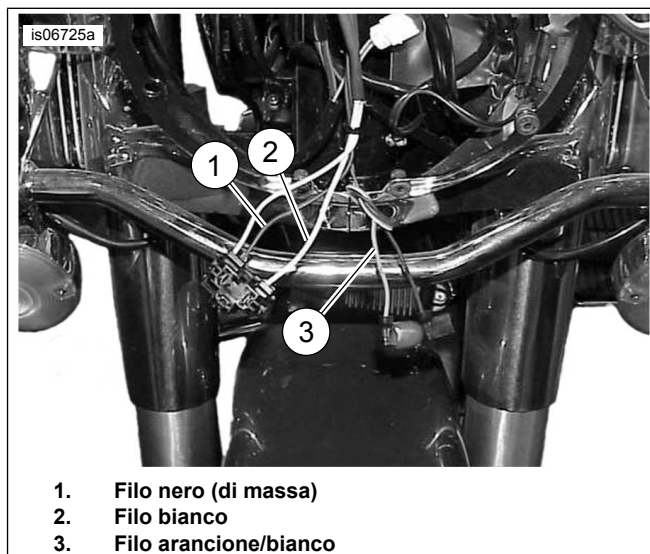

Figura 21. Fili per i collegamenti del trasmettitore (FLHR 2013 ed anni precedenti)
- a. **Modelli Touring FLHR 2013 e precedenti:** Vedere la figura 21. tagliare i fili nero (1) e bianco (2) del faro anteriore **all'interno della gondola**, sfalsando un poco le lunghezze per evitare che i giuntaggi siano contigui.